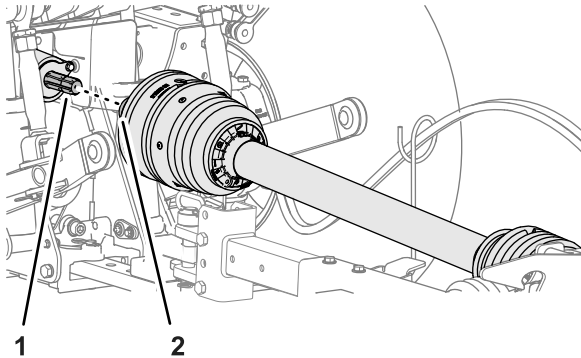

Figura 30
1. Allineate il giunto a innesto rapido dell'albero di trasmissione della PDF con l'albero di uscita della PDF (Figura 30).